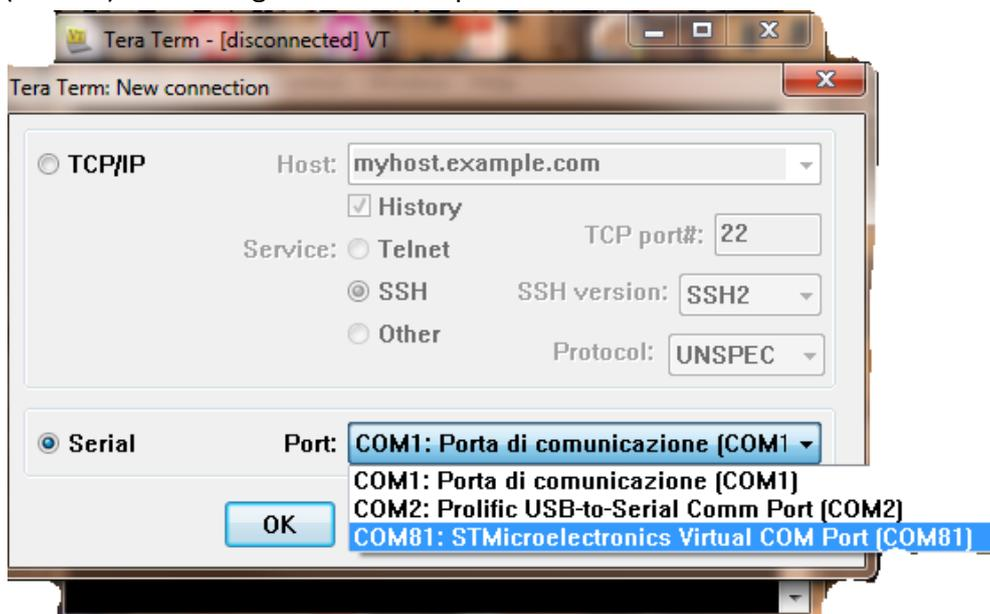

Fig4: connexion dispositif Pro Flow
- Dans la fenêtre "New Connection" qui apparait au démarrage, sélectionner la connexion du type sériel (check sur Serial et pas sur TCP/IP) et sélectionner dans la liste des dispositifs disponibles en Port le COMxx: STMicroeletronics Virtual Com Port (COMxx). Dans la figure 4 un exemple: